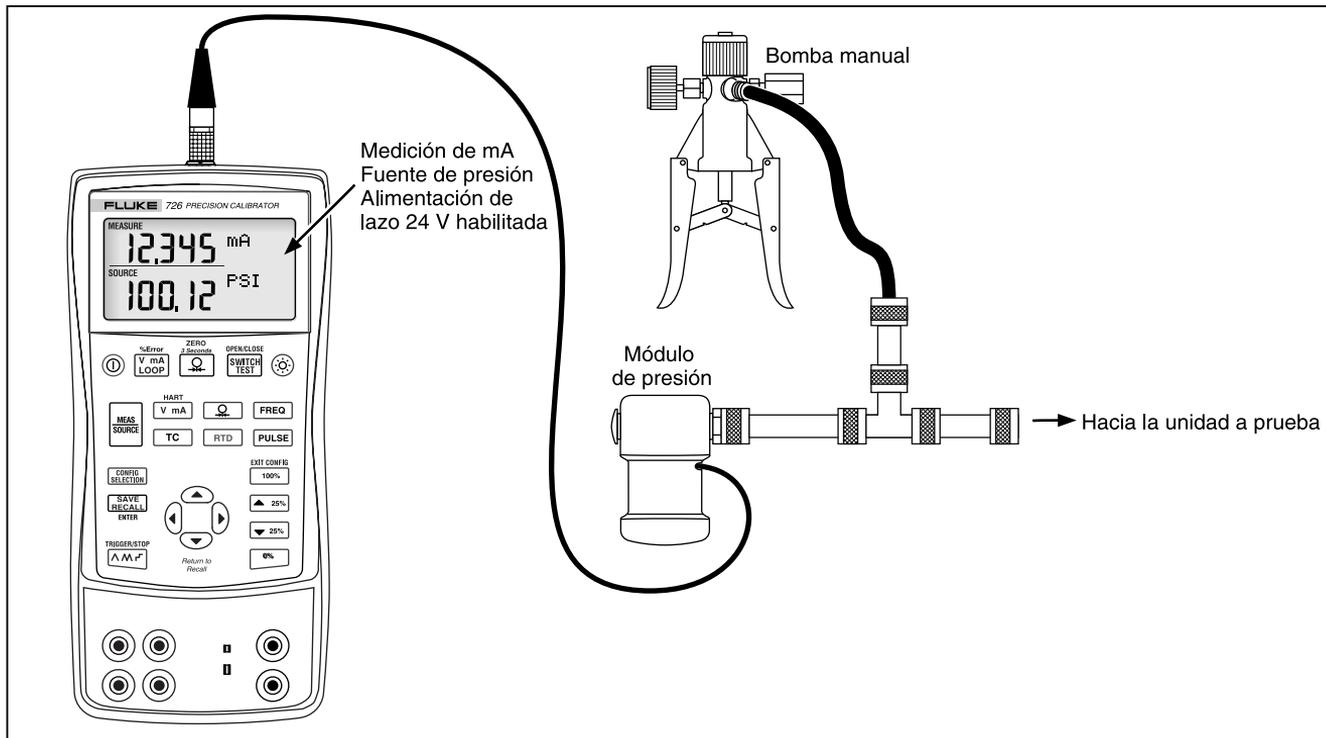

Figura 18. Conexiones para funcionar como fuente de presión
El calibrador funciona como fuente de presión al medir la presión suministrada por una bomba u otro medio y presentar la presión en el campo SOURCE. La figura 18 muestra cómo conectar una bomba a un módulo de presión de Fluke, convirtiéndola en fuente calibrada.
1. Conecte el módulo de presión al calibrador tal como se muestra en la figura 18. Las roscas en los módulos de presión aceptan accesorios para tubería estándar ¼ NPT. Utilice el NPT de ¼ al adaptador ISO de ¼ suministrados, si es necesario.